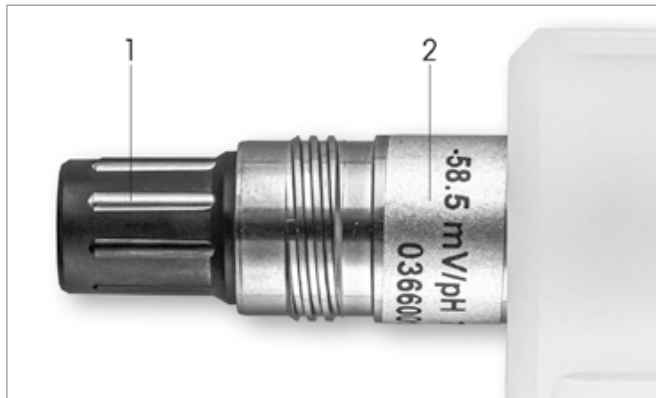

Bild 1: InSUS pH-givare (exempel)
3.5 Hitta värdena för Slope (lutning) och Zero Point (offset) som finns på givarens etikett (bild 1) eller kvalitetscertifikat och använd dessa för datainmatning. Tryck på lutningsvärdet och redigera värdet i mV/pH med knapparna.